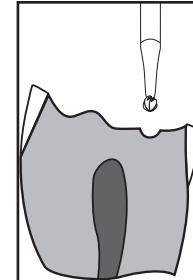

Figure 1
- A continuación haga unas mellas poco profundas en el lugar del canal dando un de vuelta con una fresa insertada en un contra ángulo manual de altas revoluciones (**Fig. 1**).
- Creare delle leggere intaccature sui siti canale usando una fresa tonda di 1/4 in contro angolo ad alta velocità inserito nella presa di sostegno (**Fig. 1**).